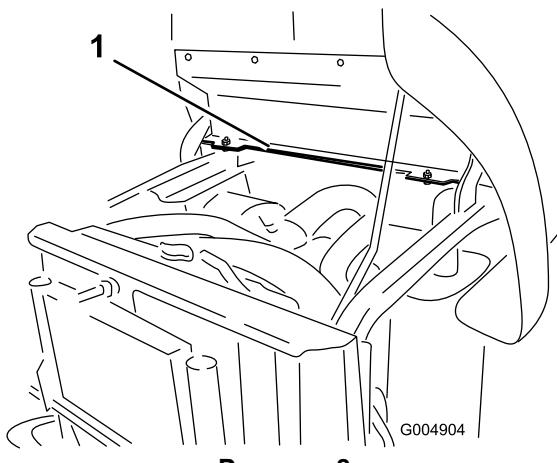

Рисунок 8
- Найдите 2 крепежных отверстия с левой стороны заднего крепления рамы (Рисунок 8).